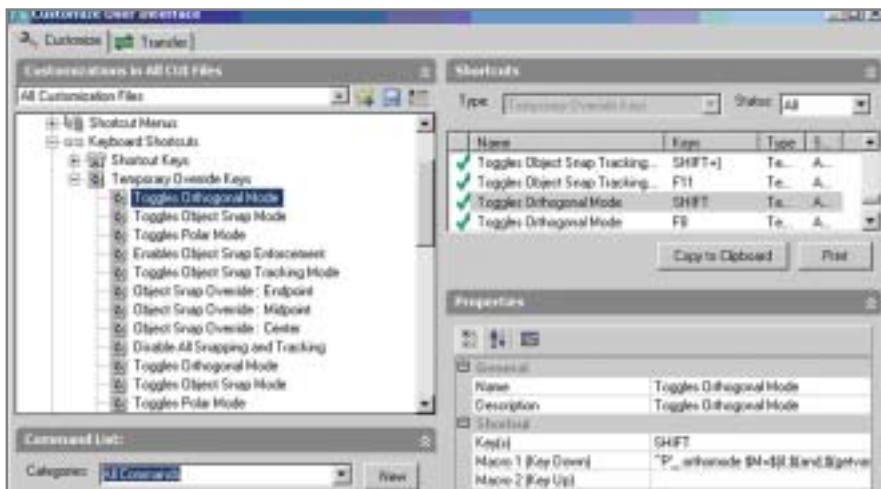

Рис. 39. Раздел *Temporary Override Keys* предназначен для настройки переключателей режимов
*Временные переключатели режимов* (*Temporary Override Keys*) позволяют включать/отключать режимы статусной строки (объектную привязку, ортогональный режим и т.д.) в процессе выполнения команды путем удержания определенной комбинации клавиш (рис. 39). Пользователь может редактировать уже имеющиеся переключатели, добавлять новые из базы AutoCAD или создавать свои путем назначения комбинации для написанного макроса. Все эти действия выполняются через диалоговое окно *Customize User Interface*.